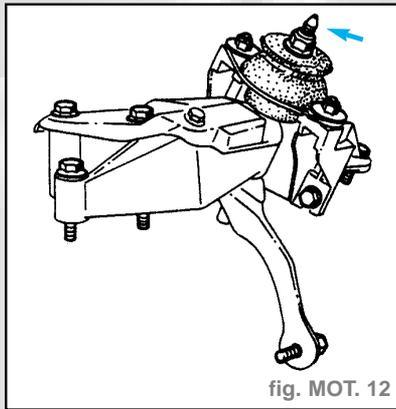

fig. MOT. 12
- Déposer l'écrou puis, à l'aide d'un jet de bronze, frapper pour dégager le goujon de la fixation pendulaire côté gauche (fig. MOT. 12).